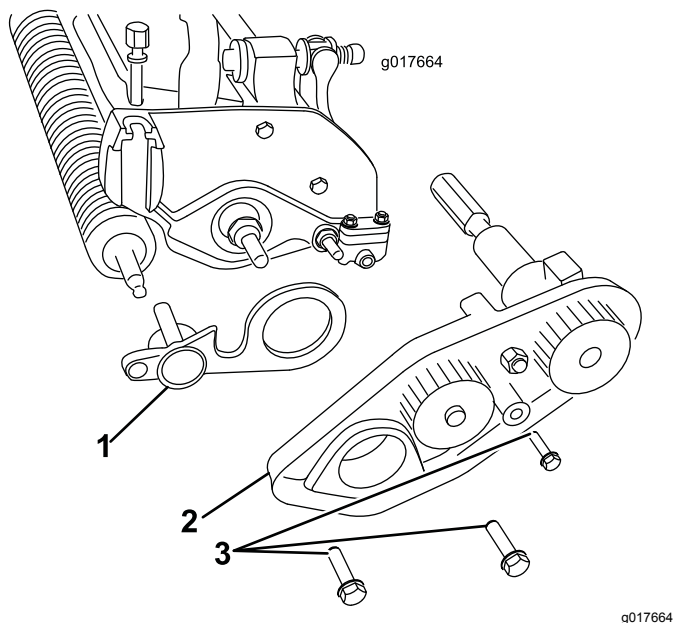

Figura 5
10. Retire los 3 pernos que sujetan el conjunto de la correa de transmisión a la unidad de corte, y retire el conjunto entero (**Figura 5**).
21. Introduzca el otro extremo del eje del groomer en la placa de apoyo izquierda (Figura 5).
22. Instale el conjunto de correa de transmisión del molinete usando los pernos que retiró anteriormente, y asegúrese de que la chapa lateral gira libremente. (Figura 5).